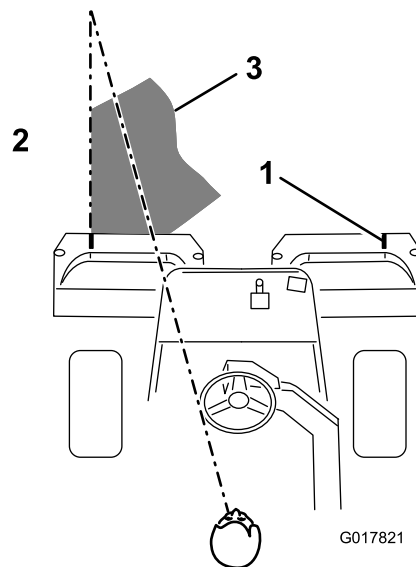

Bild 41
3. Wenn Sie zurückfahren, sollte der neue Mähgang den Ersten ein klein wenig überlappen. Damit Sie in einer möglichst geraden Linie über die Grünfläche fahren und einen gleichmäßigen Abstand zum zuvor gemähten Rasenstück einhalten, sollten Sie sich eine imaginäre Sichtlinie ungefähr 1,8 m bis 3 m vor der Maschine bis zum Rand des noch ungemähten Teils der Grünfläche vorstellen (Bild 41). Manche Leute finden es auch hilfreich, die äußere Kante des Lenkrads in die Sichtlinie mit einzubeziehen, d. h. sie halten das Lenkrad in einer Linie mit einem Punkt, der immer im gleichen Abstand von der Vorderseite der Maschine bleibt (Bild 41).